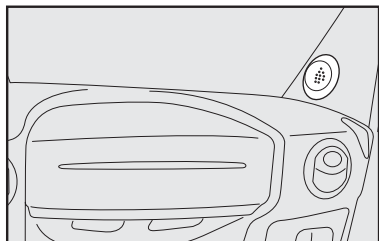

fig. 115
- Sede para os alto-falantes no painel de instrumentos **fig. 115**.
- Sede para os alto-falantes na coluna direita próximo à porta do passageiro **fig. 115**.